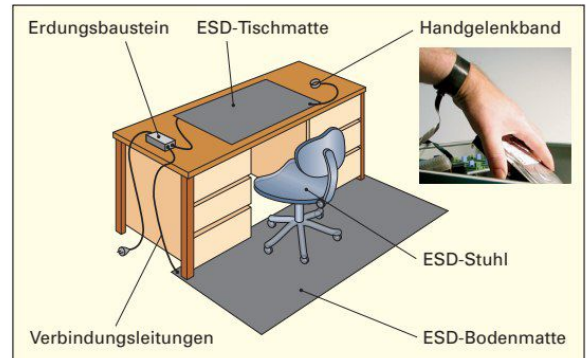

Bild 1: ESD (Electro Static Discharge)-Arbeitsplatz
1. Warum soll eine Überprüfung des PCs, bei der evtl. elektronische Bauelemente berührt werden können, an einem ESD-Arbeitsplatz (**Bild 1**) erfolgen?